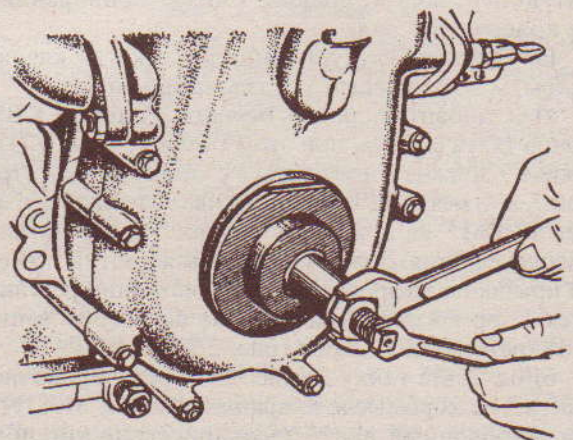

Рис. 2.75. Запрессовка сальника коленчатого вала в крышку распределительных шестерен
- ✓ Течь из-под переднего сальника коленчатого вала обнаруживается по подтеку на крышке распределительных шестерен (за корпусом центробежного маслоочистителя). Смену сальника производят, сняв центробежный маслоочиститель, пользуясь оправкой, показанной на рис. 2.75.